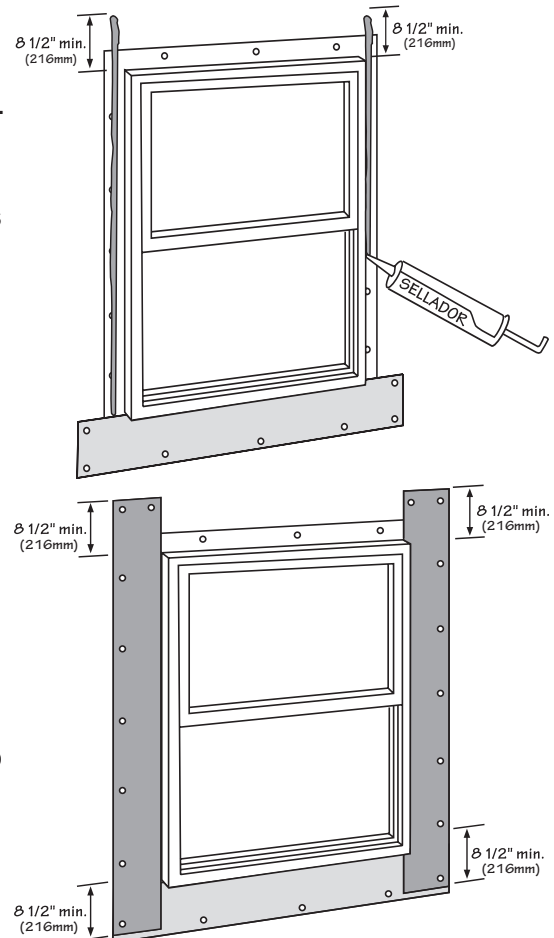

Figura 31.
- Coloque un hilo continuo de sellador a los bridas de clavado. El sellador debe aplicarse a las bridas de manera que cubra los clavos y las ranuras de clavado. Continúe el hilo de sellador en los hastiales verticalmente hasta por lo menos 8 1/2" (216mm) por encima del dintel de la ventana para permitir colocar el hilo de sellador en la porción superior del tapajuntas del hastial en el sellador del paso siguiente. Instale el tapajuntas del hastial oprimiéndolo en el hilo de sellador de los hastiales de la ventana. Extienda el borde inferior del tapajuntas del hastial aproximadamente a 1/2" (12.7mm) antes de terminar el borde del tapajuntas del antepecho y extienda el borde superior aproximadamente 8 1/2" (216mm) sobresaliendo del dintel de la ventana, en donde se colocará el tapajuntas del dintel a continuación. Sujete el tapajuntas del hastial en todos los bordes más alejados de la ventana (Figura 31).